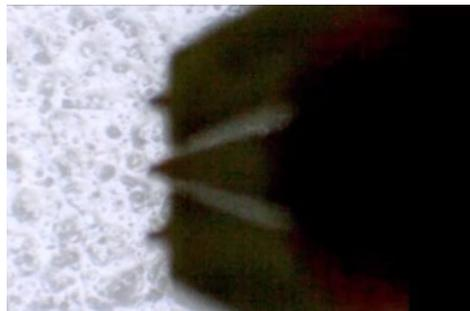

図10. TCP-01クリーニング・パッドの上にプローブチップがある場合
ポリマー層のクリーニング材質に100 μ m程度侵入するようにオーバードライブ (OD)します。ODは125 μ mを超えてはいけません。プローブを上げ、新しい場所に移動させ同様な作業をくりかえします。最初は、新しい場所で一回のクリーニング・サイクルで約10回侵入させます。デブリが取れない場合には、ポリマーに侵入させたままプローブを後ろに引くようにします(図10,11)